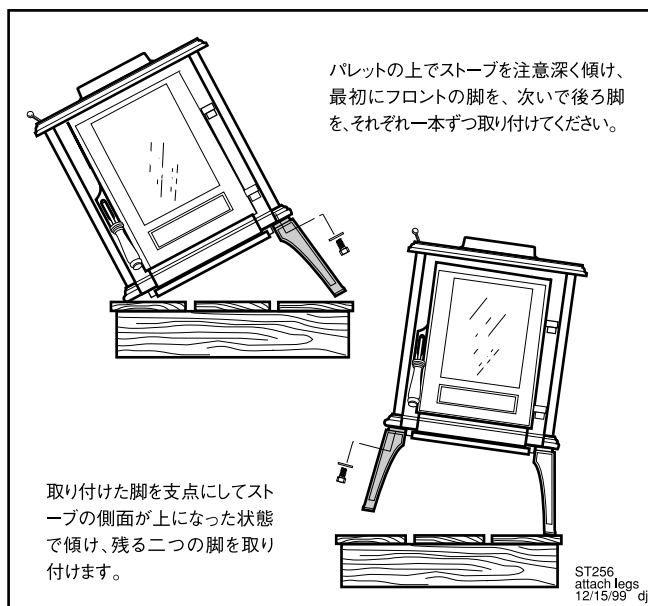

図22 一方の側の脚を取り付けてから、反対側の脚を取り付けます。
2. ワッシャー付き六角ボルトを使って、二本の脚を取り付けます。脚のショルダーが、ストーブの底板の四隅にある突起部の中におさまるようにしてください。(図22)